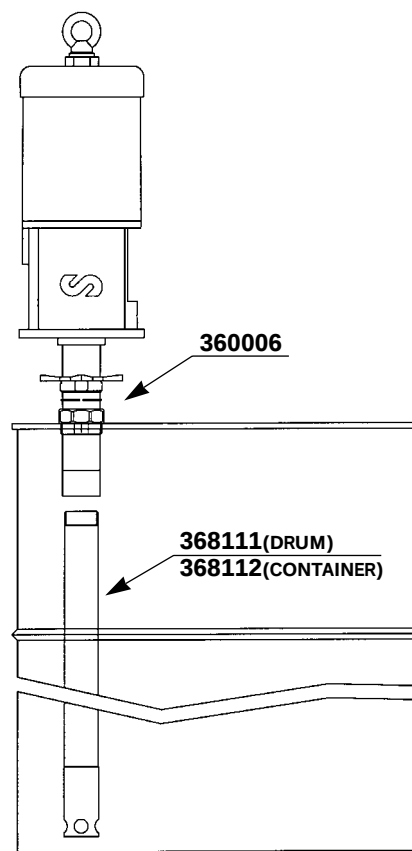

Fig. 4
- c.** Drum or tank mounting (Using bung adaptor 360006). Screw the suction tube (368111 for drum; 368112 for tank) into the foot valve. Screw the nut of the bung adaptor into the 2" bung opening of the cover. Insert the suction tube through the nut and secure it with the star nut at the desired height (See figure 4).
- c.** Fixation sur fût ou sur citerne (à l'aide de la bague de fixation 360006). Serrer le tube prolongateur (368111 pour les fûts et 368112 pour les citernes) à la pompe. Serrer l'écrou de l'adaptateur réglable au filet du couvercle. Introduire le tube par l'écrou et le placer à la hauteur désirée à l'aide de la fausse-bonde (voir figure 4).